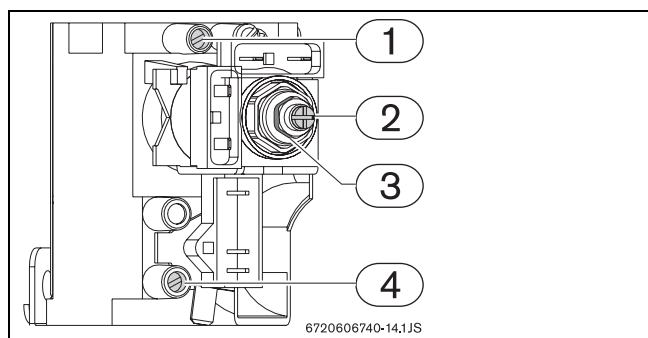

Fig. 20 Punti di controllo/regolazione gas
- ▶ Svitare la vite posta internamente alla presa di pressione bruciatore (→Fig. 20, [1]) senza toglierla.
- ▶ Con una chiave di misura corrispondente, ruotare il dado (→Fig. 20, [3]).
- ▶ Tenere fermo il dado (→Fig. 20, [3]) con una chiave di misura corrispondente.
- ▶ Con un cacciavite **non magnetico** ruotare la vite (→Fig. 20, [2]).